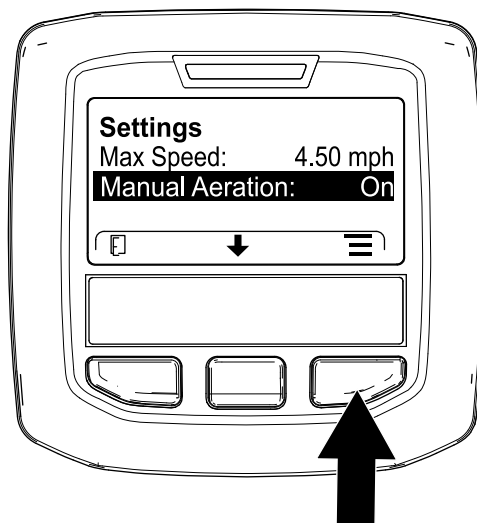

図 124
5. インフォセンターの中央のボタンで MANUAL AERATION 手動エアレーションを選び、右ボタン 図 124 を押して手動エアレーションを ON にする。